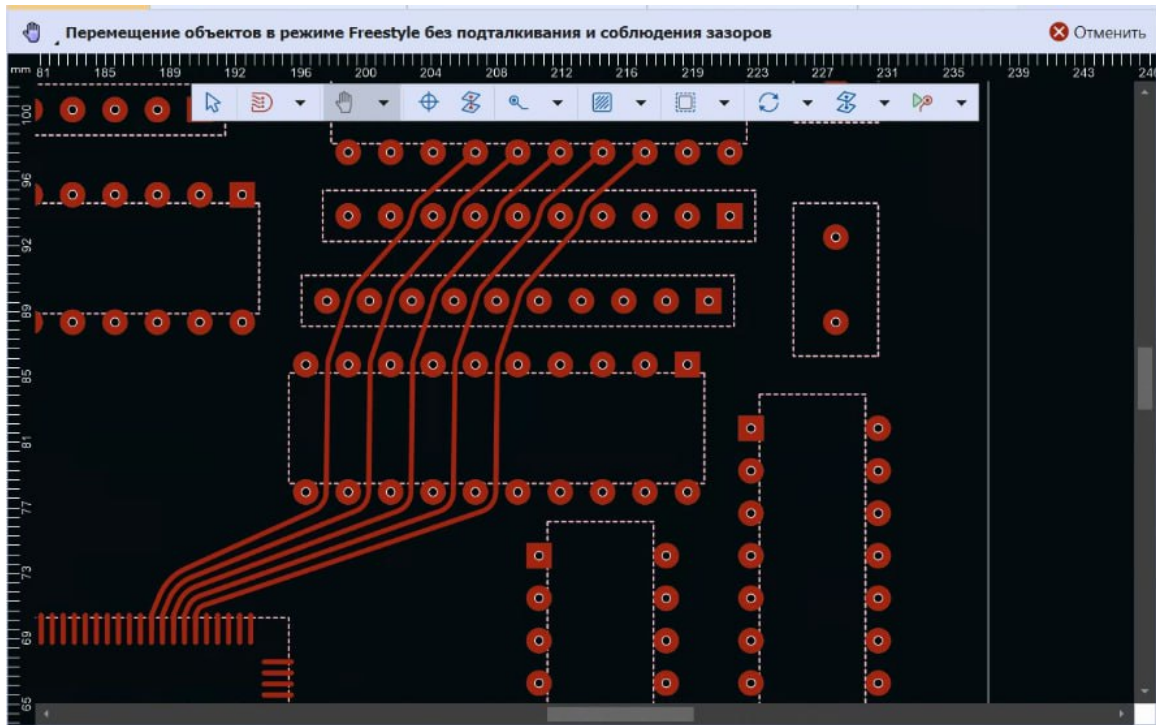

Рис. 363 Перемещение проводника в режиме Freestyle
1.3. После отпускания кнопки мыши выделенный проводник и проводники перед ним перебрасываются за контакты, см. Рис. 363.